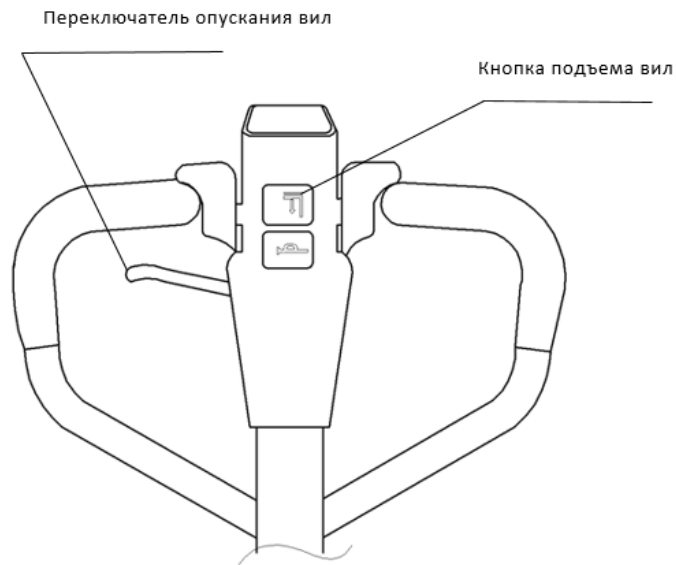

Рисунок 9
- Подъем: Кнопка подъема вил на рукоятке управления (рис.9).
- Опускание: Переключатель опускания вил на рукоятке управления (рис.9).